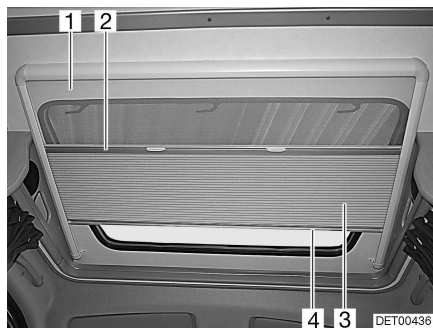

Fig. 30 Lucernario
La tendina oscurante pieghevole (Fig. 30,3) è fissata alla protezione contro gli insetti (Fig. 30,1).
- Afferrare la tendina oscurante pieghevole al centro dell'asta di chiusura (Fig. 30,4) e tirare delicatamente verso il basso.
- Ricodurre lentamente la tendina oscurante pieghevole sull'asta di chiusura (Fig. 30,4).
- Afferrare la protezione contro gli insetti al centro dell'asta di chiusura (Fig. 30,2) e tirarla delicatamente verso il basso.
- Ricodurre lentamente la protezione contro gli insetti sull'asta di chiusura della tendina oscurante pieghevole (Fig. 30,4).